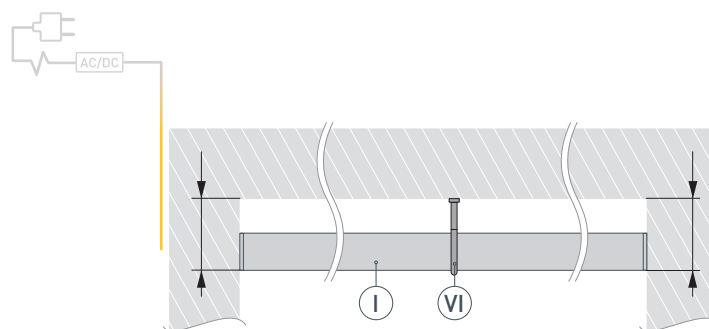
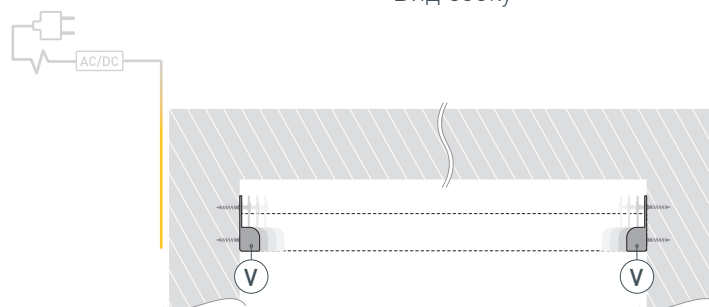

Рис. 3.
Рис. 4.
- 4 / Приложите профиль ① к поверхности так, чтобы жесткий подвес ⑥ плотно прилегал к верхней поверхности, как показано на рис. 3. Отметьте места, где должны будут располагаться настенные держатели ⑤ и отложите профиль ①. Закрепите настенные держатели ⑤ на противоположных боковых поверхностях, как показано на рис. 4.